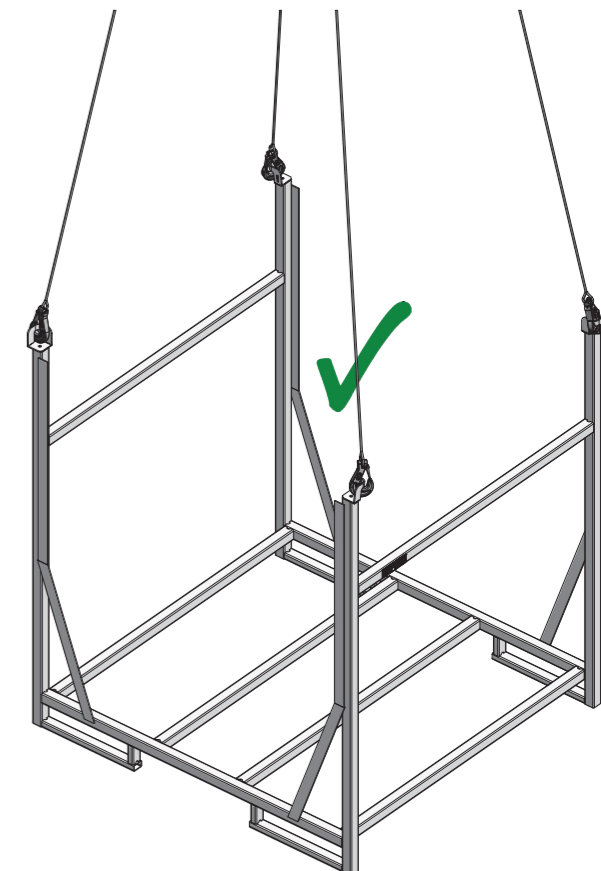
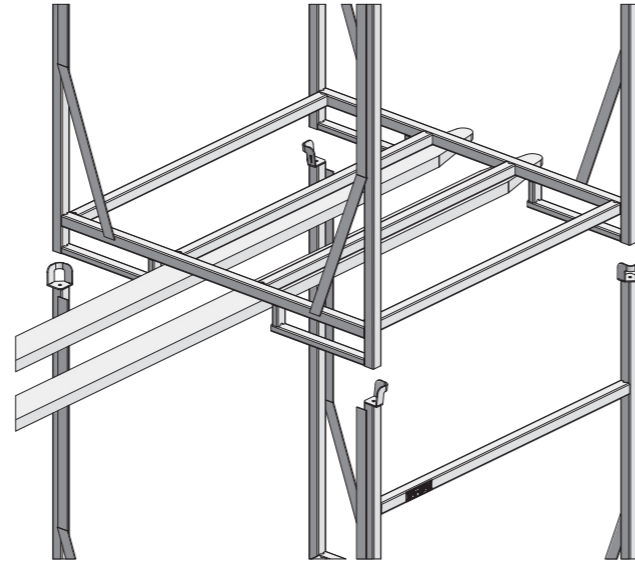

Fig. 4 : les 4 anneaux de manutention sont élingués
Fig. 8
Le S.-MevaDec-e Rack de stockage panneaux 160/160 est laqué et peut être gerbé (2 racks au max., Fig. 7). Les anneaux de manutention du S.-MevaDec-e Rack de stockage panneaux 160/160 du bas servent également à maintenir le rack de stockage S.-MevaDec-e du haut. La manutention du S.-MevaDec-e Rack de stockage panneaux 160/160 peut être effectuée à l'aide d'une grue (Fig. 4), d'un gerbeur (Fig. 8) ou d'un chariot élévateur.
- Manutention à la grue : assurez-vous qu'il n'y a personne dans la zone de manœuvre de la charge. N'utilisez que des élingues chaîne à 4 brins. Les chaînes de l'élingue doivent se mouvoir librement dans la maille de tête, le crochet doit être fermé et équipé d'une sécurité pour prévenir tout décrochage involontaire (Fig. 4 à Fig. 6).
- Manutention à l'aide d'un gerbeur (Fig. 8). La longueur des fourches doit correspondre aux dimensions du S.-MevaDec-e Rack de stockage panneaux 160/160.
Accrochez le crochet de l'élingue dans l'anneau de manutention du S.-MevaDec-e Rack de stockage panneaux 160/160 (Fig. 5) de manière que le crochet ne puisse pas glisser hors de l'anneau quand l'élingue ou la chaîne n'est pas tendue. Utilisez impérativement **les quatre anneaux de manutention** pour l'élingage (Fig. 4).